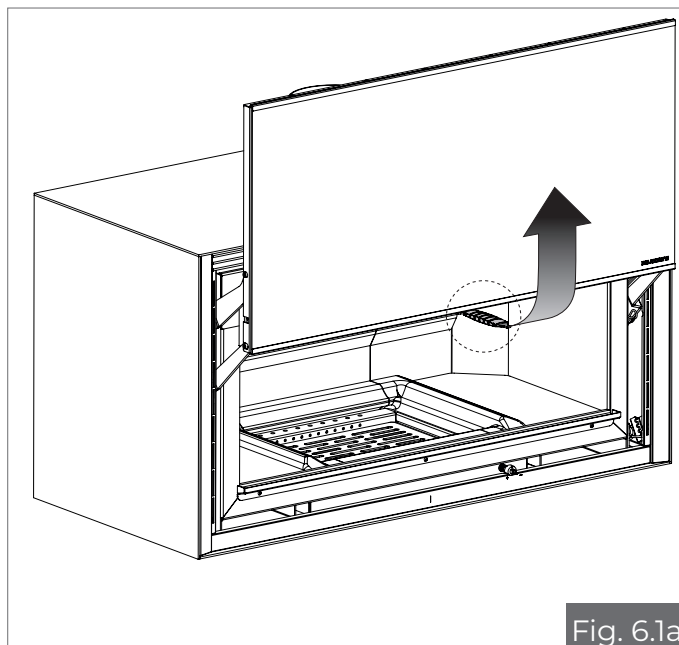

Fig. 6.1a
- **IKI 16:9/IKI 16:9 TF et IKI Square** : insérer la clé dans le crochet d'ouverture central (fig. 6.1a), et tirer vers soi. Attention ! Un système muni de ressorts aura tendance à soulever automatiquement la porte.